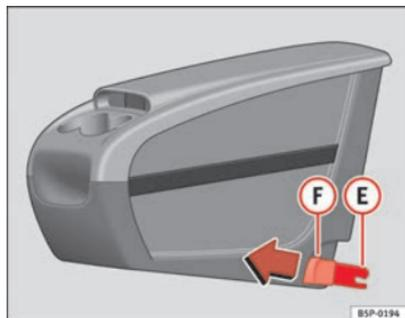
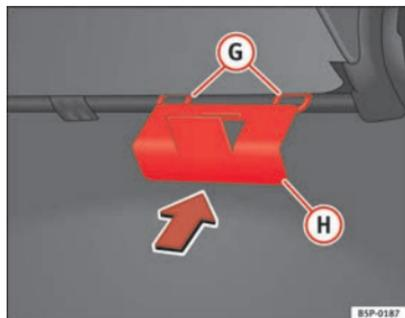

Abb. 112 Zusätzliche Ablage. Montage
Abb. 113 Halteplatte der zusätzlichen Ablage
- Die Halteplatte (H) ⇒ Abb. 113 der zusätzlichen Ablage vom Fahrzeuginnern aus auf der Rückseite des Sitzes befestigen. Sie muss sich zwischen der Lehne und dem Sitzkissen im Bereich des mittleren Rücksitzes befinden.
- Die beiden Befestigungselemente (E) ⇒ Seite 157, Abb. 112 zu den beiden Befestigungsringen (G) ⇒ Seite 157, Abb. 113 ausrichten und die beiden Klammern vollständig in die Befestigungsringe eindrücken.
- An den Knöpfen ⇒ Seite 157, Abb. 112 (F) der Klammern nach vorne ziehen (rote Knöpfe), bis sie hörbar ausgehängt sind.